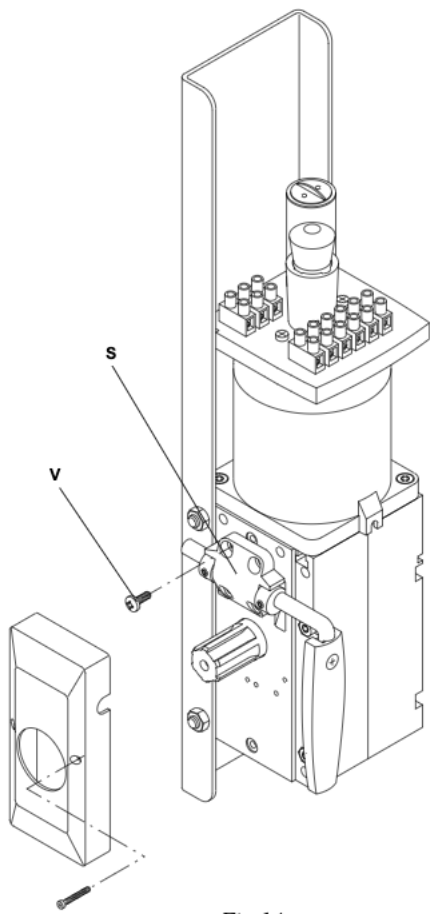

Fig.14
• Togliere il supporto S svitando le 4 viti V (fig. 14).
- Remove the support S unscrewing the 4 screws (fig. 14).
- Die Stütze S nehmen aufschraubend die 4 Schrauben (Bild 14).
- Enlever le support S en dévissant les 4 vis (fig. 14).
- Quitar el soporte S destornillando los 4 tornillos V (fig. 14)